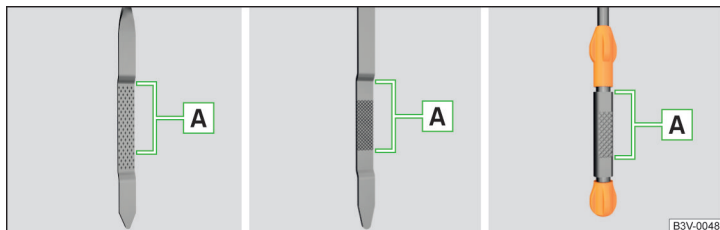

Abb. 227 Ölmesstabvarianten
Der Ölstand muss im Bereich **A** liegen » Abb. 227. Liegt der Ölstand unterhalb des Bereichs **A**, das Öl nachfüllen.
- Der Ölstand darf keinesfalls außerhalb des Bereichs **A** liegen » Abb. 227 - anderenfalls besteht die Gefahr der Beschädigung des Motors sowie der Abgasanlage.